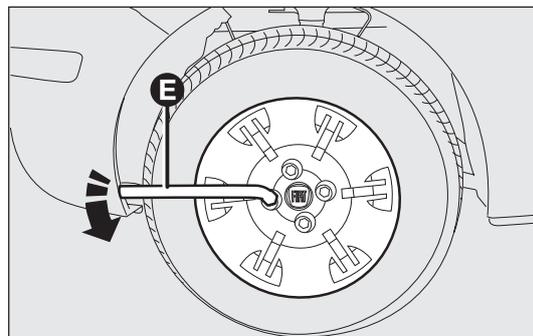

fig. 123
- afloje una vuelta los tornillos de fijación de la rueda que se debe sustituir con la llave suministrada E-fig. 123;